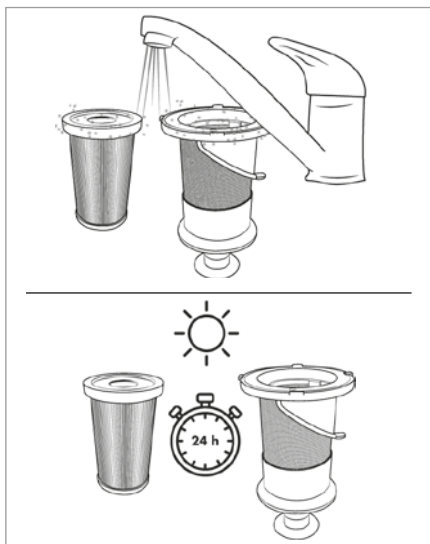

Fig. 22
- 6) Lavare il filtro EPA ⑤ e il filtro in acciaio inox ⑥ con acqua fredda o tiepida. Lasciare asciugare completamente all'aria il filtro EPA ⑤ e il filtro in acciaio inox ⑥ prima di inserirli nuovamente nel contenitore di raccolta della polvere ⑦ (vedere fig. 22).